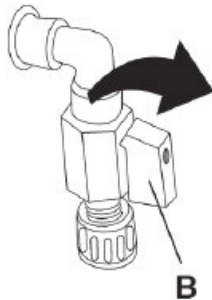

Fig.16
**NOODSTOP (Fig.16)**
In geval van nood, zodat de hefbrug niet verder daalt kan het kraantje B in de luchtleiding aan de zijkant van het bedieningspaneel dicht gedraaid worden zoals aangegeven in Fig.16. Dit zorgt ervoor dat de mechanische beveiliging niet kan ontgrendelen.